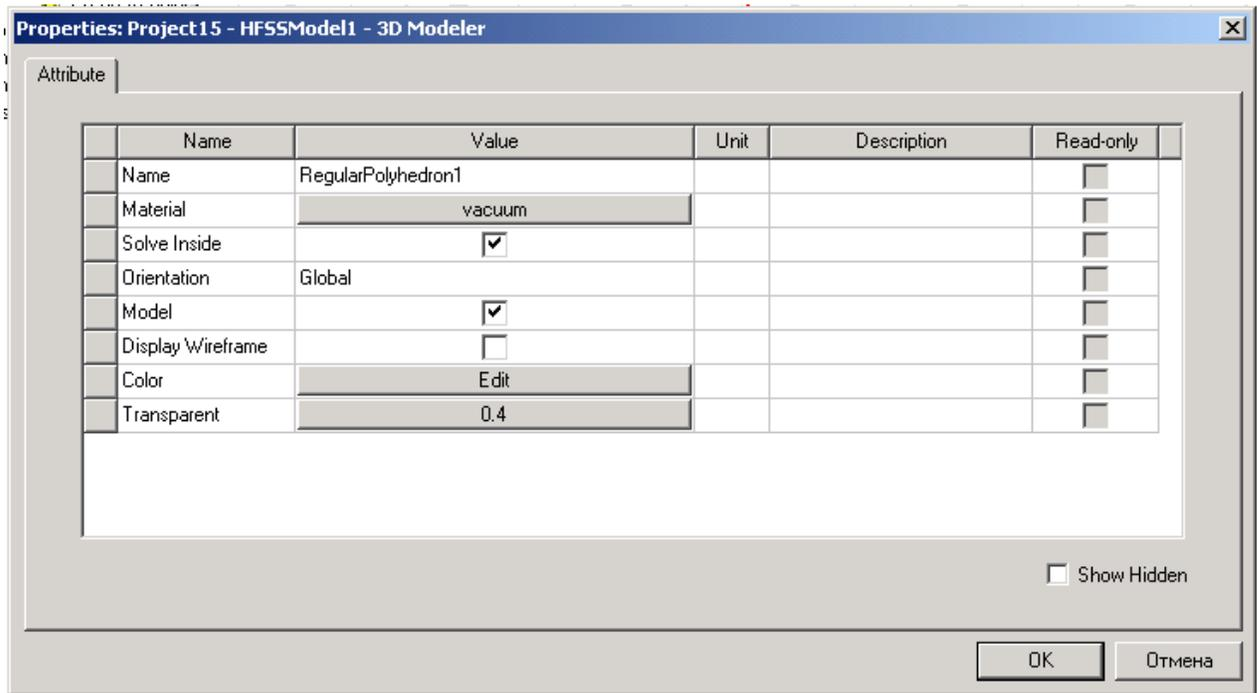

Рис. 1.11. Атрибуты объекта
2. Появляется закладка **Attribute**, в которой можно отредактировать нужный параметр объекта (рис. 1.11).